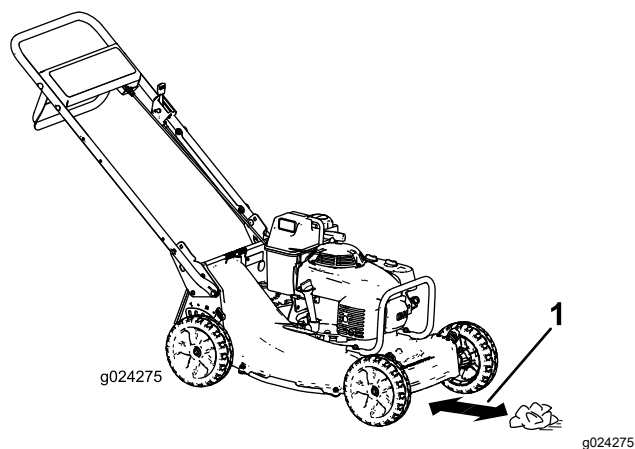

Figura 17
4. Coloque la bola de papel de periódico a unos 13 cm (5") por delante de la máquina (Figura 17).